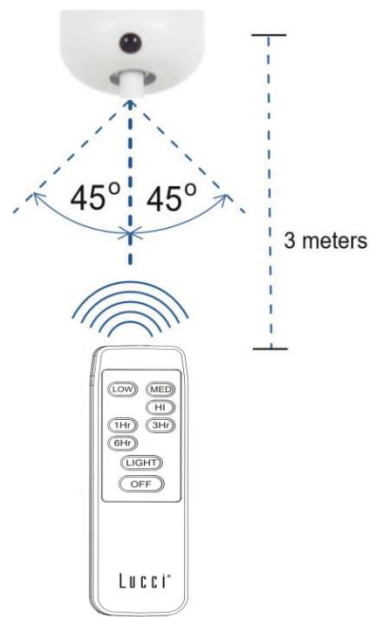

Abb. 11
**Effektiver Abstand/Standort für das IR-Fernbedienungsgerät (Abb. 11)**